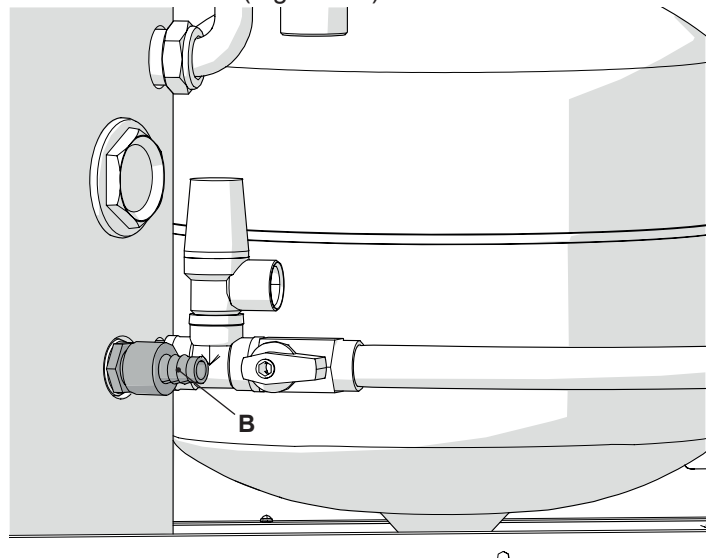

Figura 5.2
- Per svuotare il bollitore utilizzare il rubinetto (B) posto alla base dello stesso (Figura 5.2).